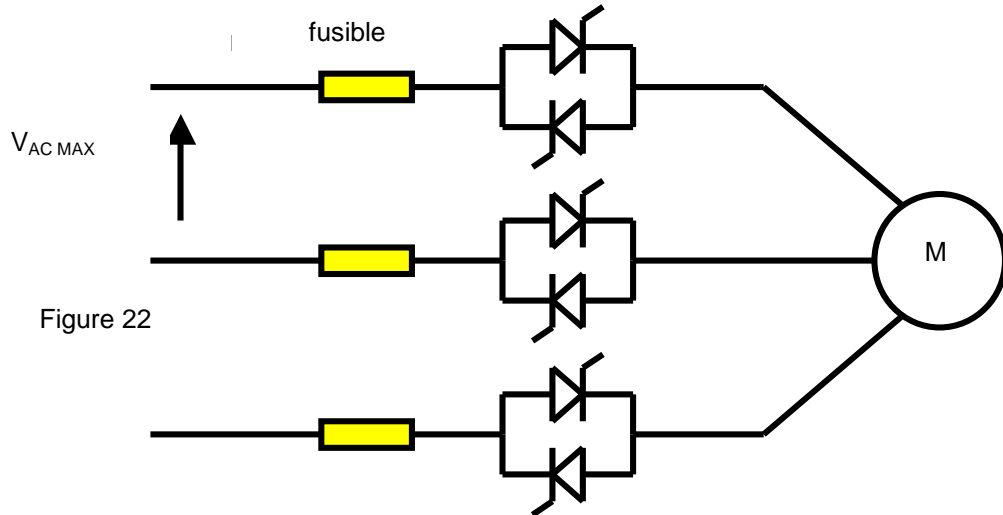

Figure 22
- **Fuse location:** les fusibles doivent être installés dans chaque phase en série avec chaque paire semi-conducteurs (figure 22). Cependant dans quelques cas particuliers (courants nominaux très élevés) il est nécessaire d'installer les fusibles en série avec chaque semi-conducteur.